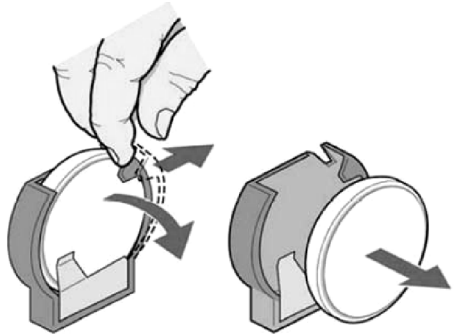

图 2-77 更换电池方法示意图
3) 轻轻地在电池座上抬起电池保持夹, 如图 2-77 所示, 电池即会从电池座中弹出, 取出电池时应注意电池上 “+” 极和 “-” 的方向。